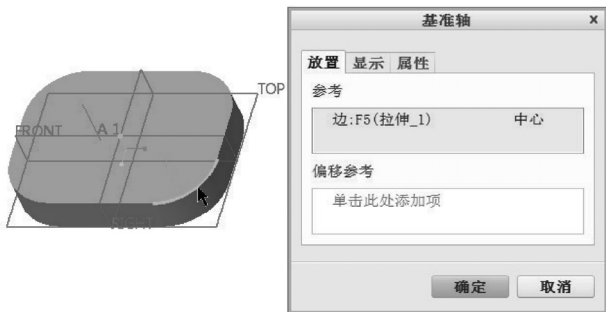

图 3-30 选择圆边
- 2) 在模型中单击图 3-30 所示的圆角边线, 其参考约束类型为“中心”。